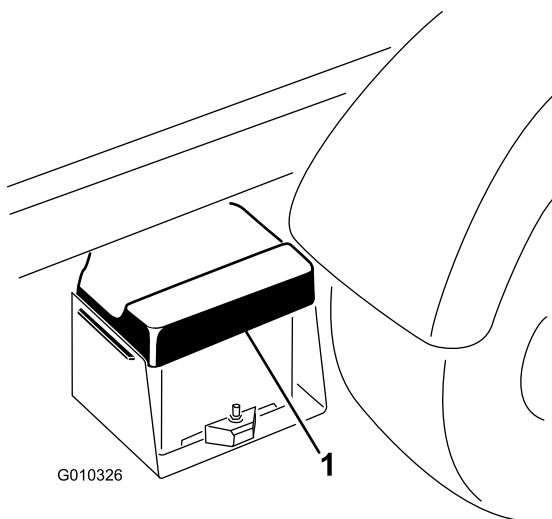

Bild 48
1. Drücken Sie die Batterieabdeckung zusammen, um die Laschen aus dem Unterteil zu lösen. Nehmen Sie die Batterieabdeckung vom Unterteil ab (Bild 48).